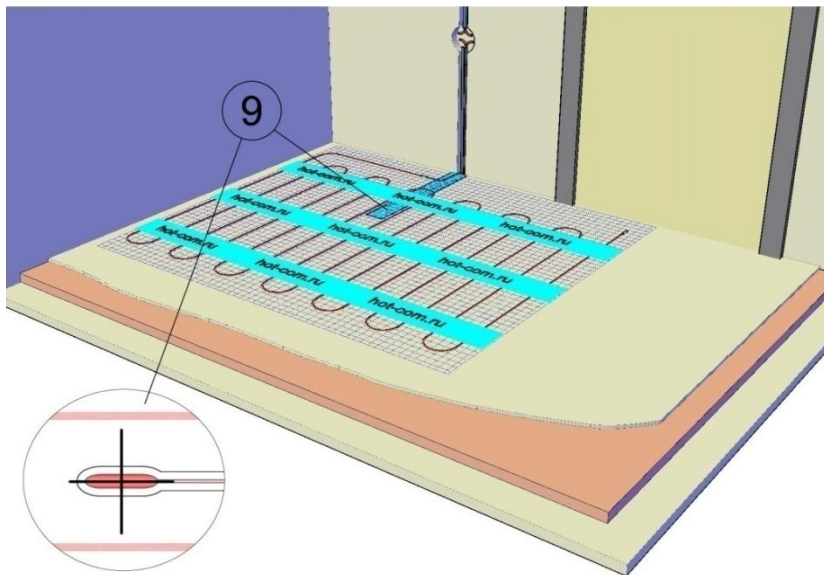

Рисунок 5
5. Разложите нагревательный мат на поверхности пола по форме обогреваемой площади (Рис.5).